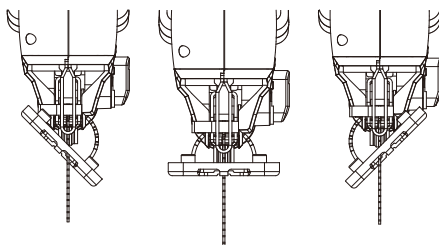

Fig. 11
A placa base (10) pode ser girada para a direita ou esquerda para fazer cortes em bisel até 45° (Fig.11). A placa de base tem ranhuras de bloqueio a 0°, 15°, 30° e 45° à esquerda e à direita para que o ângulo preciso do bisel possa ser ajustado.